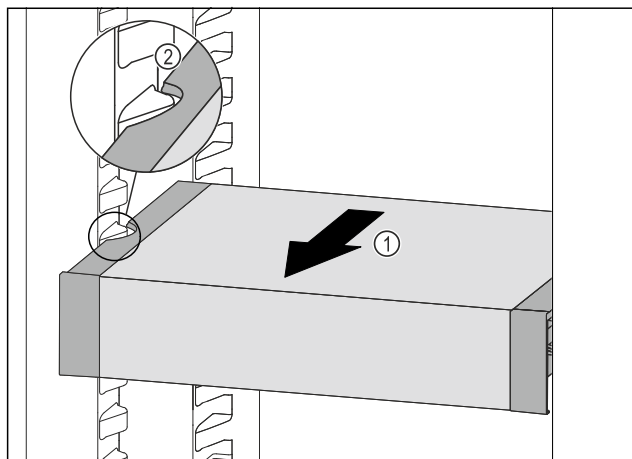

Fig. 56
- Trekk VarioSafe forover Fig. 56 (1), til utsparingene på sidene av VarioSafe er på nivå med rillene i kjøleskapet. Fig. 56 (2)